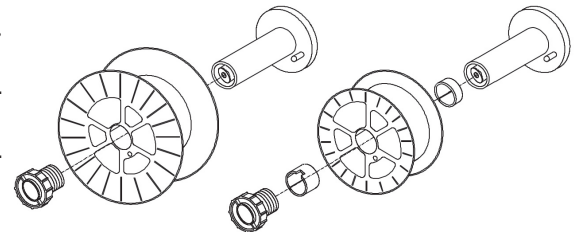

Figure 2
- Si nécessaire selon le type de bobine, insérez les entretoises comme indiqué sur la figure 2.